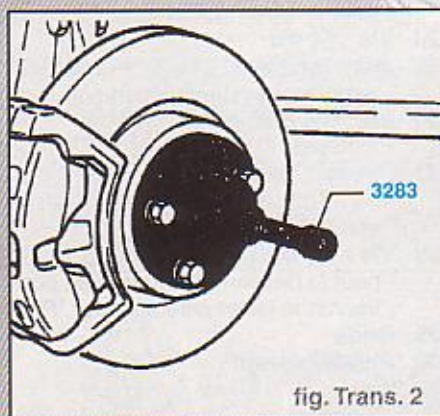

fig. Trans. 2
- Dévisser les vis (1).
- Extraire l'arbre de pont (fig. trans. 2).